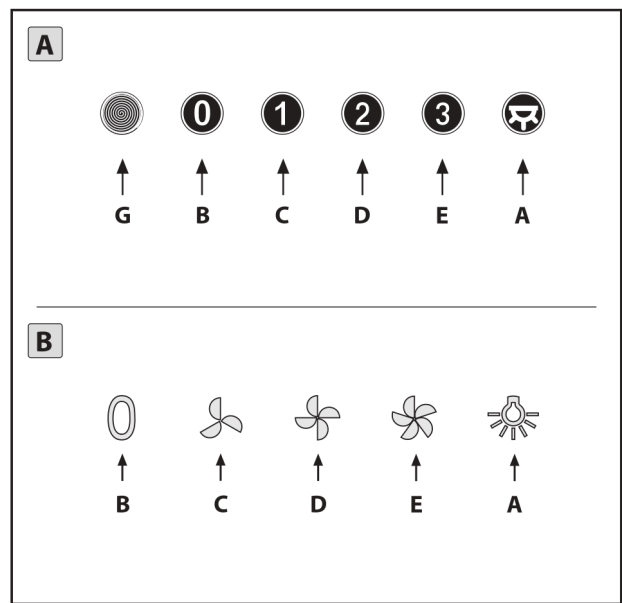

Fig.22
- **Manöverfunktioner mekaniska (Fig.22)** beskrivs symbolerna här nedan: